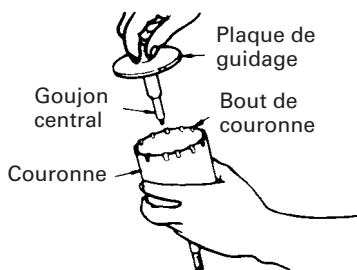

Fig. 20
- (4) Engager la plaque de guidage dans la couronne et tourner la plaque de guidage à gauche ou à droite de manière à ce qu'elle ne puisse pas tomber, même si elle orientée vers le bas. (Fig. 20)